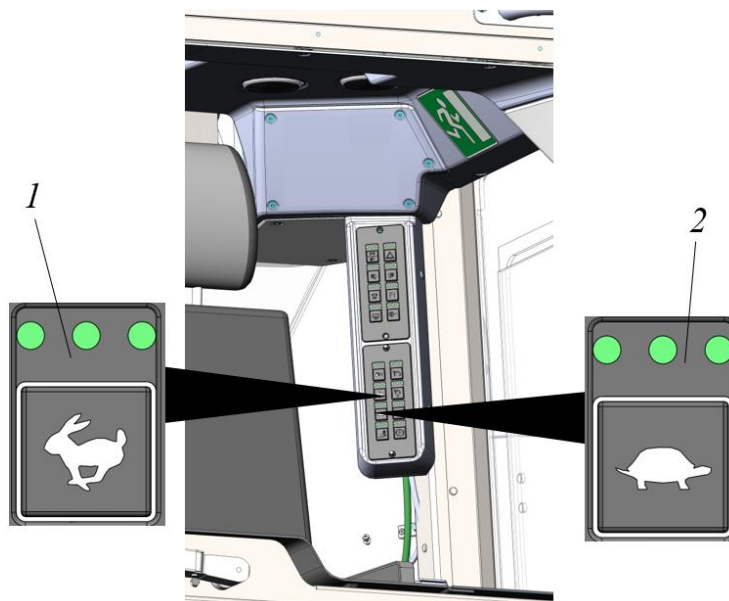

Рисунок 3.49. Выбор диапазонов изменения передаточного отношения
Настройка режима движения (рис. 3.49)
Настройка скоростного режима движения позволяет задать динамические характеристики движения в зависимости от типа выполняемых работ, рис. 3.49.
- Для выбора требуемого режима необходимо остановить машину, если она была в движении, и нажать соответствующую кнопку режима 1 или 2, см. рис. 3.49.
- Кнопками (рис. 3.49) выбрать необходимый режим движения. **(менять режимы во время движения машины категорически запрещено).**